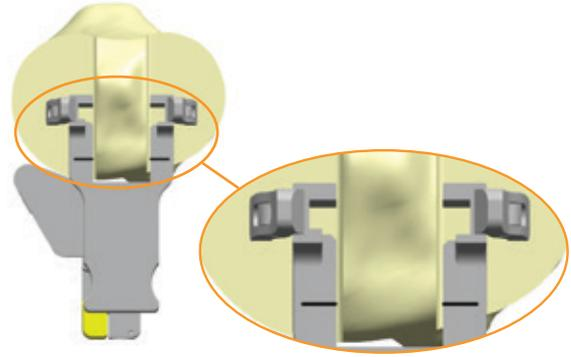

Figura 36
- 1 Fissare la guida per scalpello per eminenza anteriore al blocco guida e serrarlo (Figura 36).